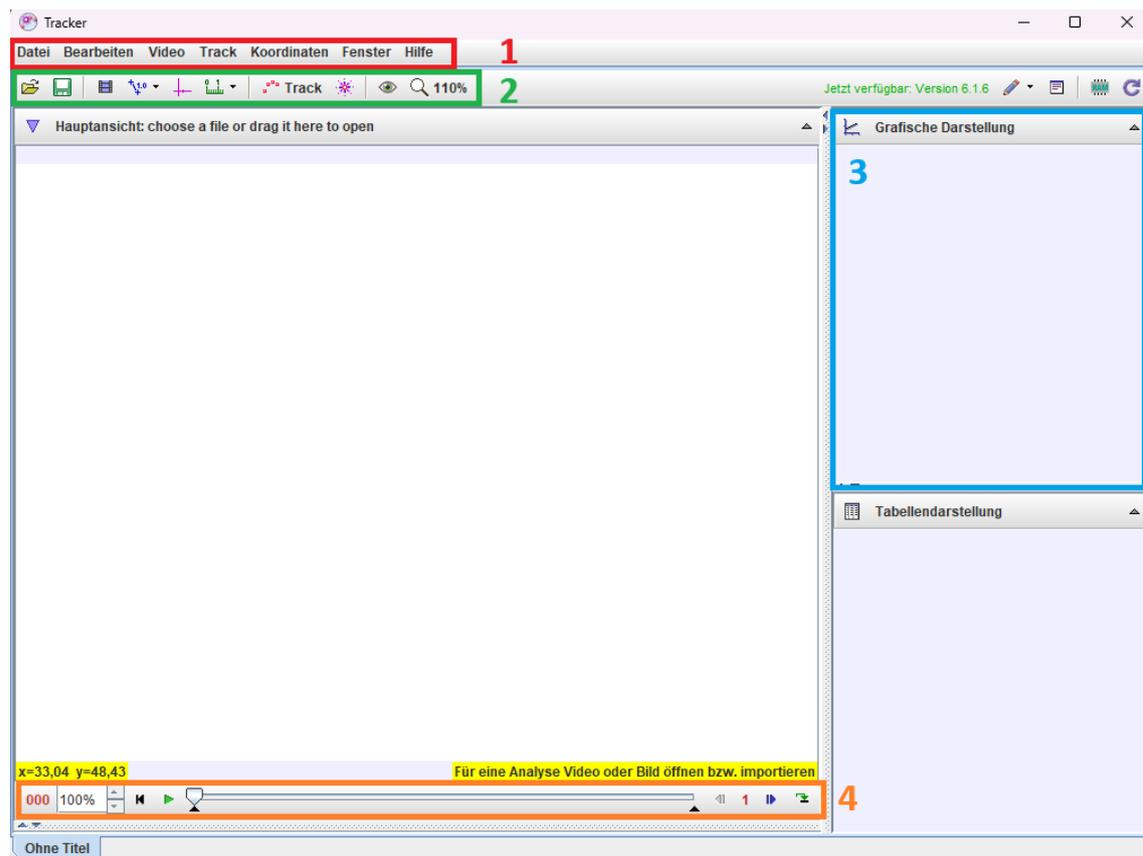

Abbildung 1: Benutzeroberfläche von Tracker
Starten Sie Tracker. Die Benutzeroberfläche ist in Abbildung 1 dargestellt. Dabei stellen die **Menüleiste (1)**, die **Werkzeugleiste (2)**, die **Diagrammansicht (3)** und die **Navigationsleiste (4)** die wesentlichen Schaltflächen zur Nutzung von Tracker dar.